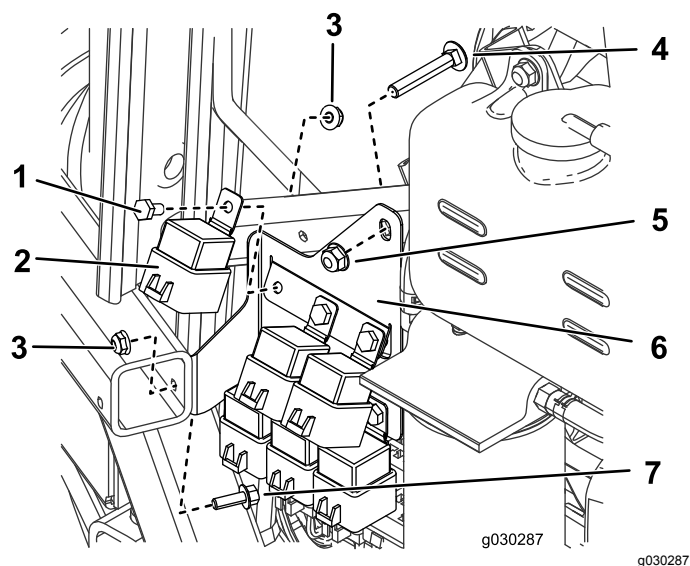

Figura 21
- Sul lato destro della macchina, montate 6 relè sulla staffa del relè utilizzando 6 bulloni ($\frac{1}{4}$ " x $\frac{1}{2}$ ") e 6 dadi ($\frac{1}{4}$ ") come mostrato nella Figura 21.
3. Utilizzando un bullone ($\frac{1}{4}$ " x $\frac{3}{4}$ "), un dado ($\frac{1}{4}$ ") e il bullone e il dado appena rimossi, montate la staffa del relè sulla macchina (Figura 21).